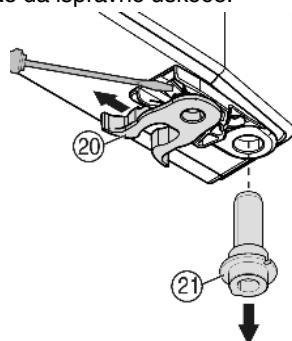

Fig. 9
- ▶ Premještanje opružne stezaljke Fig. 9 (20): Pritisnite osigurač prema dolje, prevucite opružnu stezaljku preko njega.
- ▶ Izvucite svornjak ležista Fig. 9 (21) iz čahure vrata i premjestite ga zajedno s pločicom na suprotnu stranu. Osigurač mora gledati prema unutarnjoj strani vrata, a urez prema vanjskoj strani.
- ▶ Vrata dolje zakrenite prema unutra i umetnute svornjak ležista Fig. 9 (21) u podložak ležista. Svornjak ležista po potrebi okrećite, kako bi se mogao uglaviti.